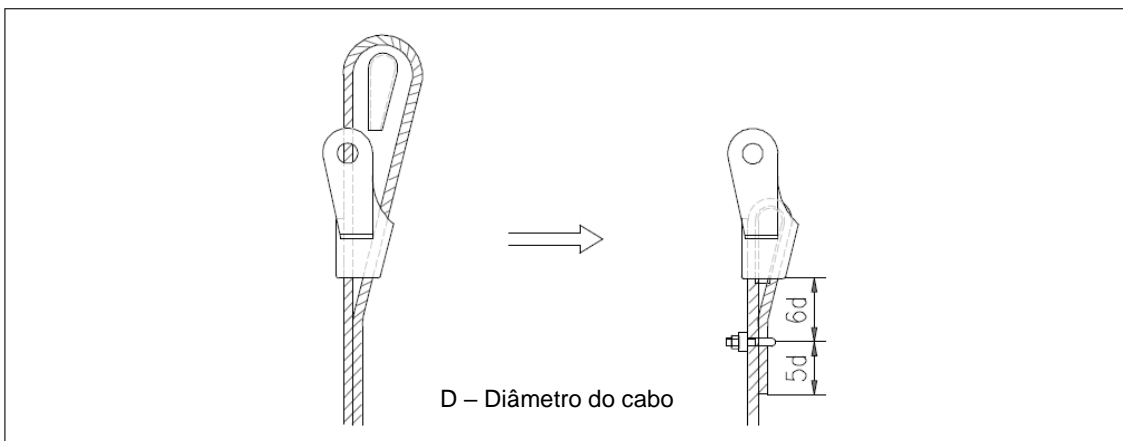

Figura 4-44 Instalação da abraçadeira do cabo
- (2) Coloque o cabo de arame na bobina do guincho suavemente e em sequência.
- (3) Para métodos de instalação de soquete e fixação de cabo, consulte a figura 4-44.